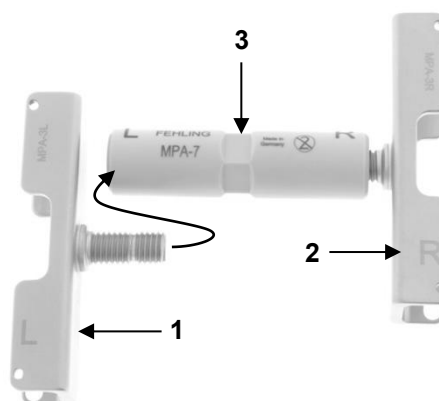

Fig. 13: Retainer sternale CALAFIORE con una lama sternale montata su un lato
Avvitare una corrispondente lama sternale con filettatura sinistra (1) e destra (2) nel dado in PEEK (3) fino all'arresto (fig. 13, freccia curva). Allineare il sistema in modo da creare una configurazione simmetrica.